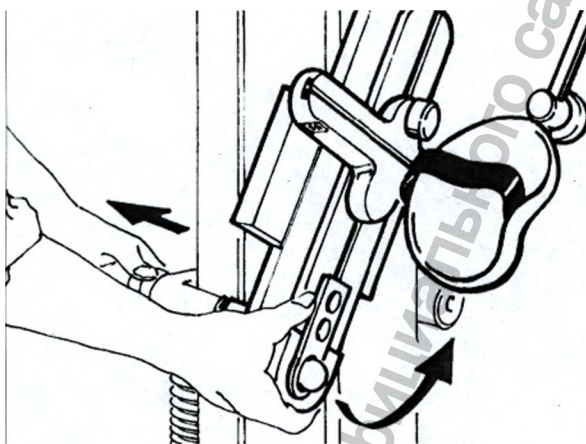

рис. 1
В зависимости от того, сустав правого или левого плеча мы собираемся разрабатывать, механическую руку следует зафиксировать на правом или левом центре вращения (см. Рис. 1, 2). Сбоку от этих центров вращения имеются надписи, позволяющие не перепутать, на каком из центров вращения должна быть зафиксирована механическая рука при каждом виде реабилитации". Центры вращения обозначены цифрой 5 на рисунке
- ☐ ☐ Выкрутите ☐ фиксатор (22), придерживая при этом механическую руку (рис.1). Механическая рука имеет крепление в верхней части аппарата и может совершать вокруг него маятниковые движения. Переместите механическую руку к другому центру вращения (рис. 2), и закрутите фиксатор (22).